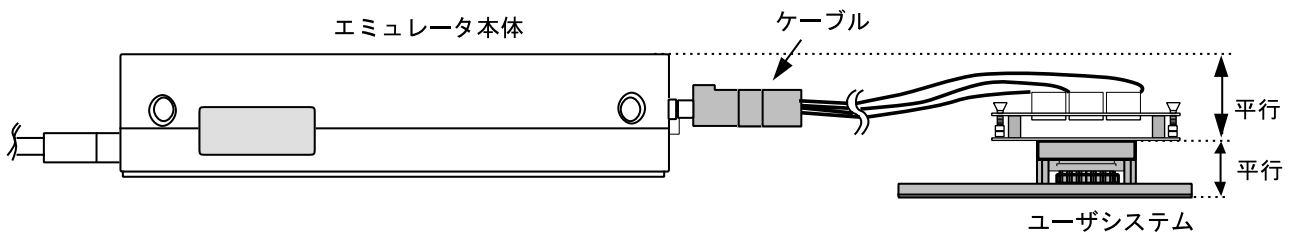

図10 設置例
- (1) ユーザシステムへの接続時には1ピン位置に十分注意して、誤接続は絶対にしないでください。
- (2) 本ユーザシステムインタフェースケーブルを使用する場合の推奨マウントパッド寸法は、MCU 実装用マウントパッド寸法とは異なりますので注意してください。
- (3) 本ユーザシステムインタフェースケーブルは、HS3644EPI60H エミュレータ専用ですので、他のエミュレータ本体には使用しないでください。
- (4) ケーブル本体部が断線する可能性がありますので、本ユーザシステムインタフェースケーブルの上に重いものや金属等の角の尖ったものを置かないでください。
- (5) ユーザシステムに接続した状態では、ユーザシステムインタフェースケーブル、特にケーブル先端部に無理な力が加わらないように注意する必要があります。図10の設置例を参照してご使用ください。